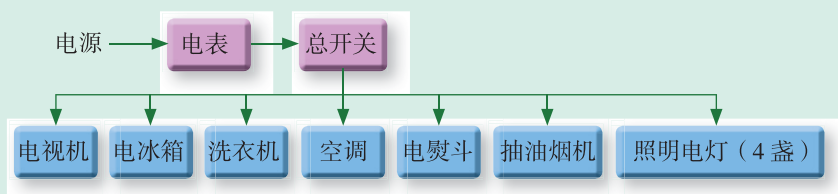
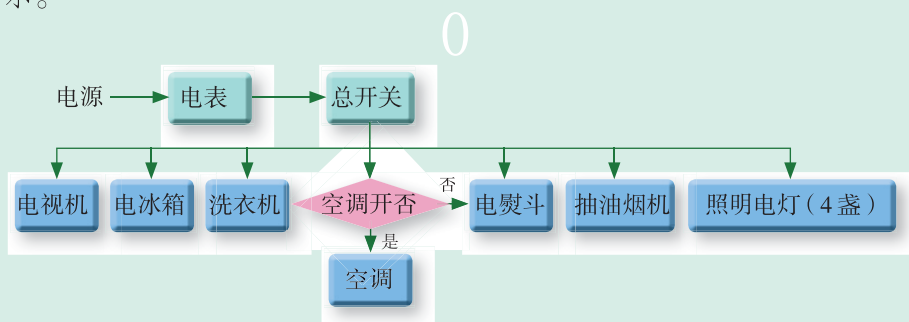

图 3.12 家庭电路系统的设计 (方案 1)
图 3.13 家庭电路系统的设计 (方案 2)
1.若该家庭的电表为15 A，它允许的最大电功率 $P=UI=220\times 15=3300$ (W)，因此总电功率为2360W的家用电器完全能够安全使用。可采取如图3.12所示的电路系统设计。
2.若该家庭的电表为10 A，它允许的最大电功率为 $P=UI=220\times 10=2200$ (W)。总电功率为2360 W的家用电器超出了允许的最大电功率，如果仍按照图3.12设计，用电器将无法同时工作。要解决该问题，这里先研究一下各用电器的功率，不难发现其中有两个用电器功率较大，分别是空调（1400 W）和电熨斗（300 W）。家用电熨斗并不需要经常使用，家用空调主要是在夏季工作，如果将这两个用电器的使用时间错开，则家用电器的总电功率低于允许的最大电功率（2200 W）。为实现这一功能，电路系统中需要增加一个双向开关进行控制。改进后的电路系统设计方案如图3.13所示。